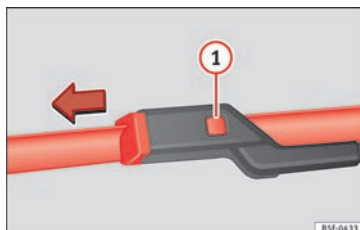

Fig. 81 Udskiftning af viskerblade foran
- Hold udløserknappen » Fig. 81 ① nede, og træk samtidig forsigtigt viskerbladet af i pilens retning.